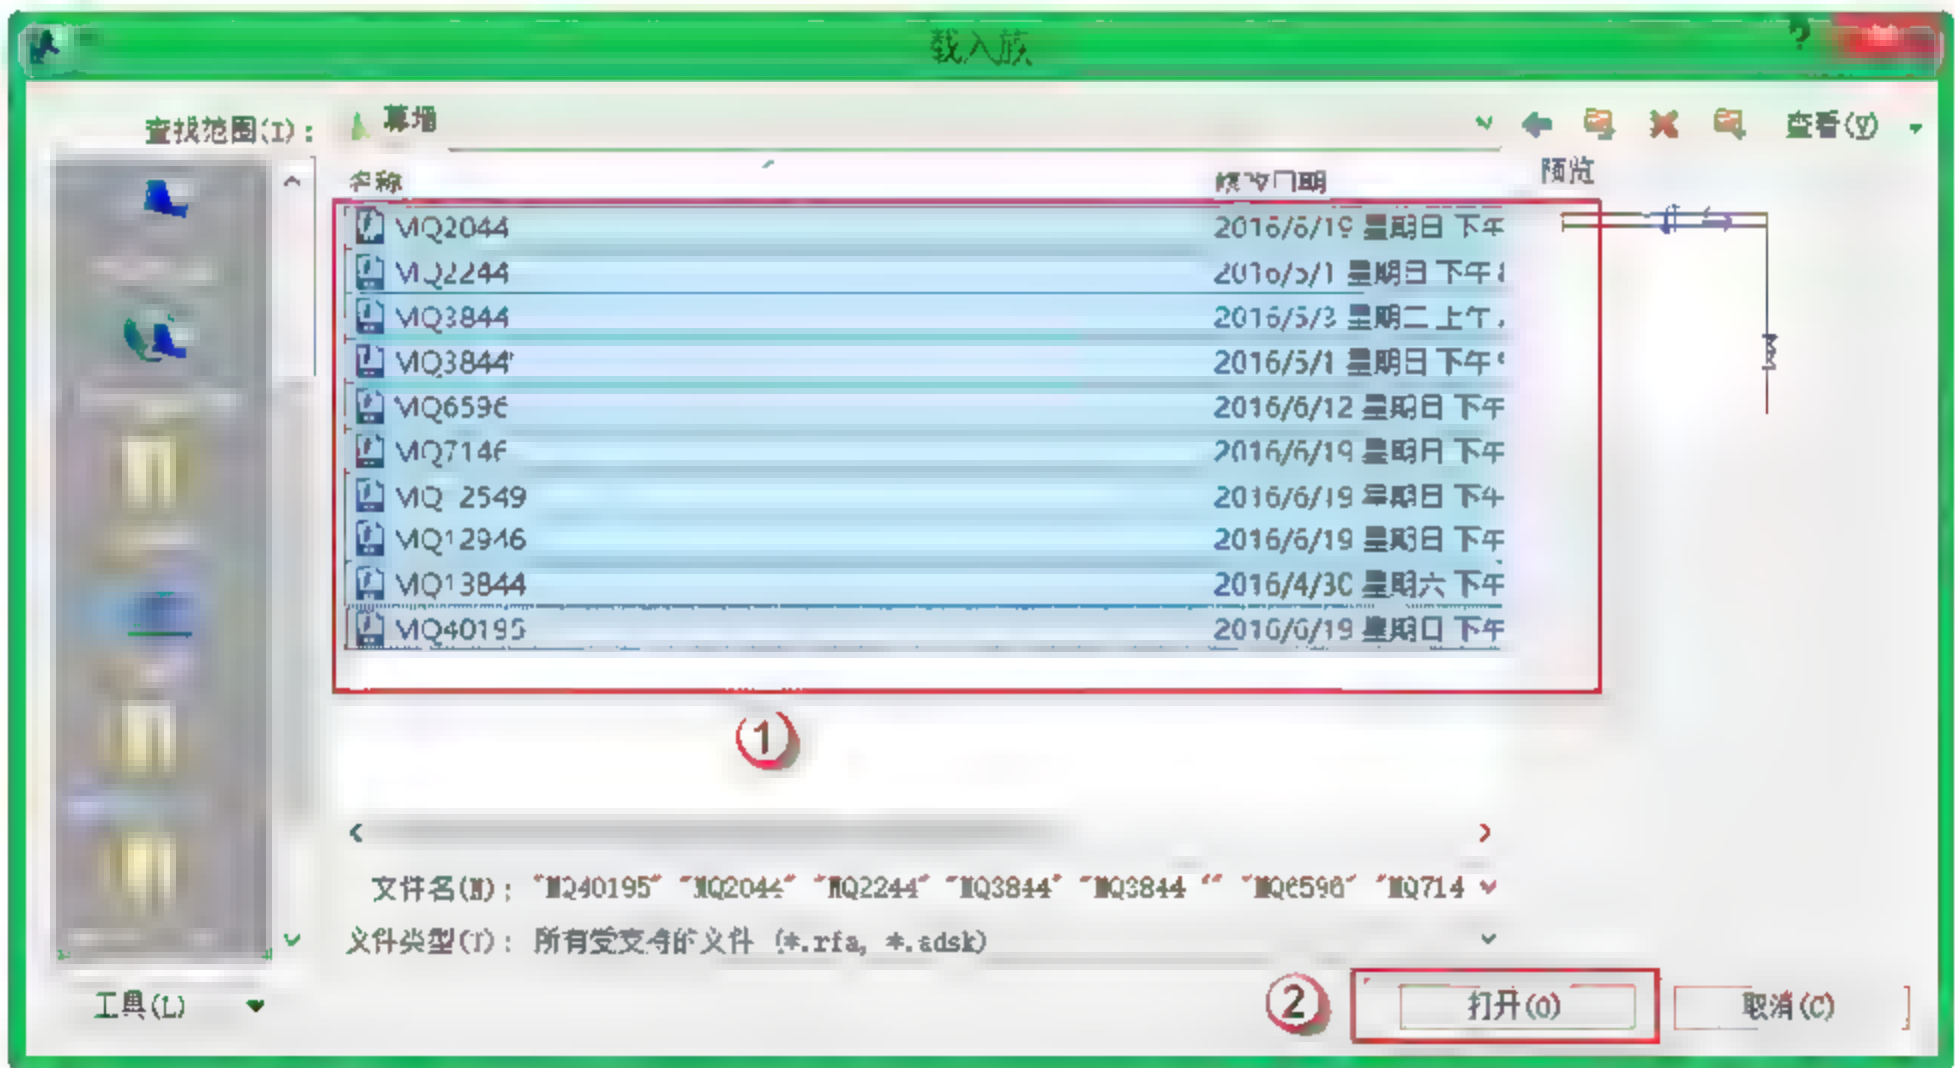

图 10.3.2 载入玻璃幕墙的族
(1) 载入玻璃幕墙的族。选择“插入”→“载入族”命令，弹出“载入族”对话框，找到对应的幕墙文件位置，按 Ctrl++ 键，选中所有的幕墙，单击“打开”按钮，如图 10.3.2 所示。